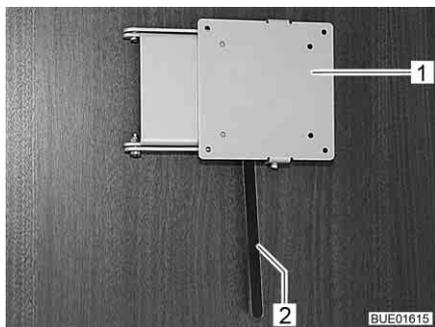

Fig. 106 Supporto con leva di sbloccaggio
- Spingere di lato la leva di sbloccaggio (Fig. 106,2) e ruotare il supporto (Fig. 106,1) con lo schermo piatto nella posizione desiderata.
- Riportare indietro lo schermo piatto finché il supporto (Fig. 106,1) non si innesta nel bloccaggio.